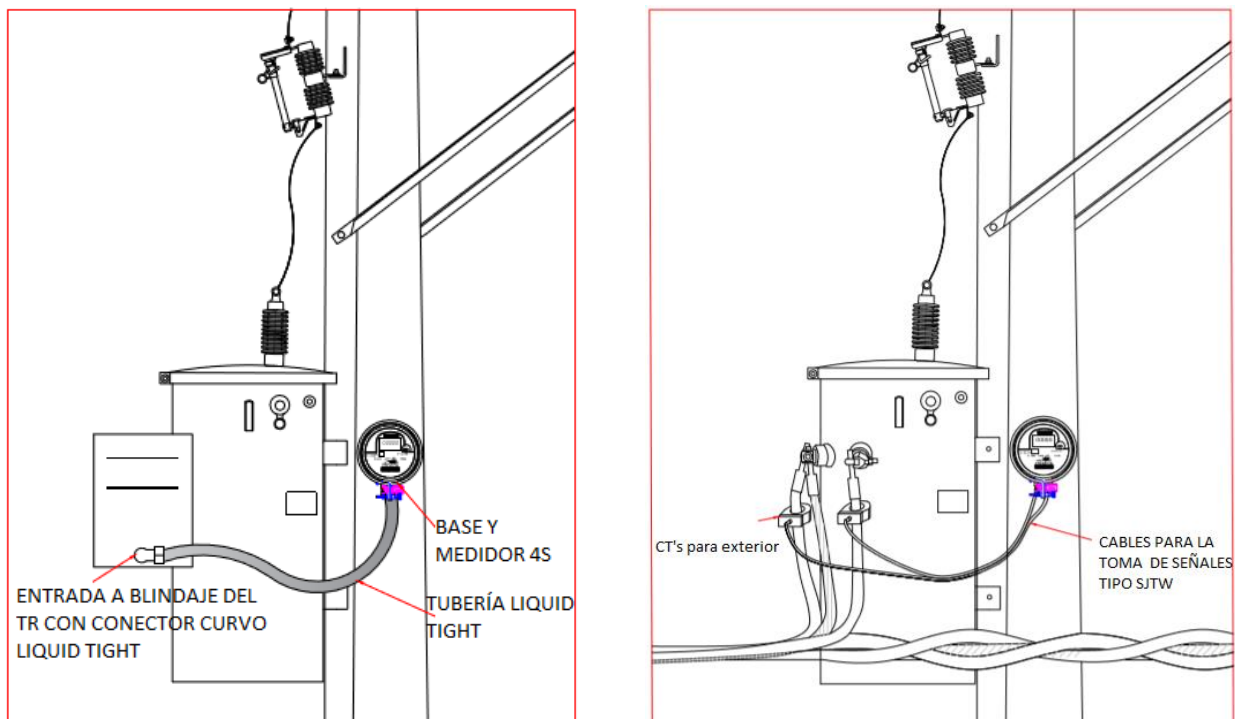

Imagen 16. Instalación de totalizador indirecto telemedido en TR blindado y no blindado.
Cuando el totalizador es del tipo telemido se colocarán en altura al lado del centro de transformación (CT), como se muestra en la imagen 16.